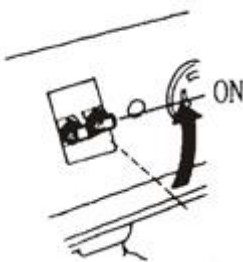

Рис. 32
6.7. Установка може забезпечити живлення змінним струмом 110/220 В. Встановіть перемикач напруги в положення, що відповідає вимогам споживачів (Рис. 32).